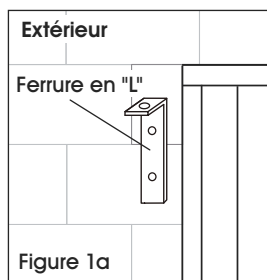

Figure 1a
1. Avant de commencer l'installation, décidez de l'emplacement de la barrière. Les ferrures en « L » qui forment la charnière du haut permettent d'installer la barrière dans l'embrasure du cadre de porte. L'installation peut aussi se faire sur le côté intérieur ou extérieur du mur à côté de la porte ou du cadre ouvrant. (Voir Figures 1a et 1b)